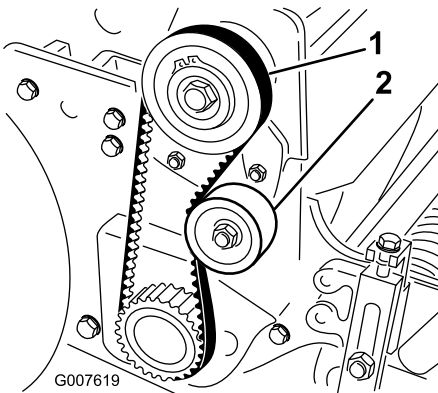

Figura 35
2. Verifique a tensão pressionando a correia a meio curso entre as polias (Figura 35) com uma força de 18-22 N. A correia deverá flectir-se 6 mm.
- A. Desaperte a porca de montagem da polia intermédia e incline-a para o lado de trás da correia até que obtenha a tensão desejada da correia (Figura 35).